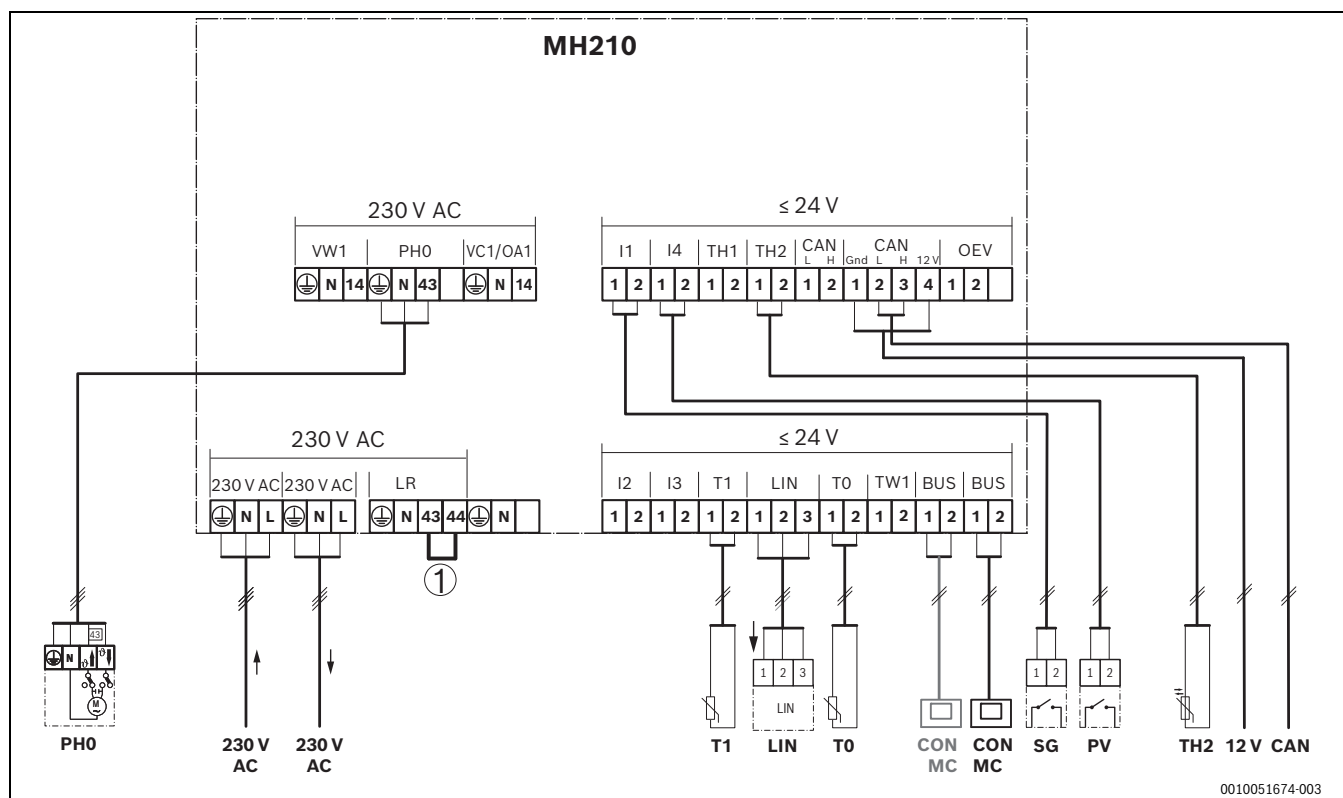

Fig. 35 Aperçu attribution bornes de raccordement
- S'assurer que les câbles sont raccordés aux raccordements correspondants marqués sur le gestionnaire hybride (→ Fig. 35).
Légende de la figure 35 et des tableaux 1 et 2: